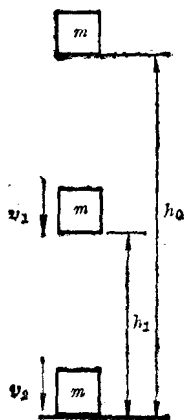

图 3.15 自由下落的夯体
【例题 3.15】 假设把质量为 20 公斤的夯体上举到离地面 5 米高处。问: (1) 夯体静止在离地面 5 米高处时,它的机械能有多大? (2) 如果夯体开始自由下落,当它下落到离地面 2.5 米高处时,它的机械能又是多大? (3) 当它自由下落到地面前一瞬间,它的机械能又是多大(图 3.15)?